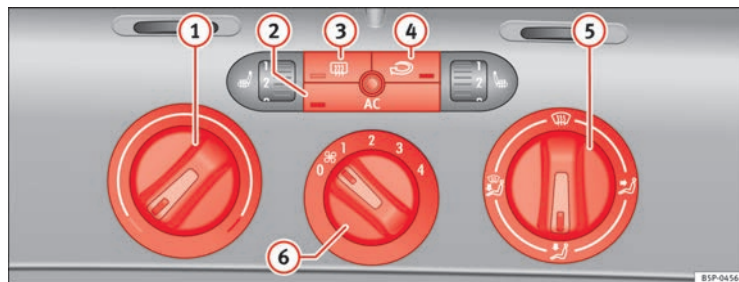

Fig. 128 Sur la planche de bord : éléments de commande du Climatic
- Les régulateurs ⇒ fig. 128 ① et ⑤ et la commande ⑥ permettent de régler la température, la répartition de l'air et la vitesse de la soufflante.
- Appuyez sur l'un des boutons ②, ③ ou ④ pour activer ou désactiver la fonction correspondante. Quand la fonction est activée, le rectangle situé sur le coin inférieur du bouton s'allume.
- ① Régulateur de température ⇒ page 167
- ② Touche **AC** – Allumer ou éteindre le système de refroidissement ⇒ page 167
- ③ Touche – Dégivrage de lunette arrière. Cette fonction s'arrête automatiquement 20 minutes environ après son activation. Vous pouvez la désactiver plus tôt en appuyant sur le bouton.
- ④ Touche – Recyclage de l'air ambiant ⇒ page 169
- ⑤ Régulateur de répartition de l'air ⇒ page 167
- ⑥ Commande de soufflante. Le débit d'air peut être réglé sur quatre vitesses. Lorsque le véhicule roule lentement, laissez toujours tourner la soufflante à basse vitesse.
- Mettez le climatiseur en marche à l'aide du bouton ⇒ fig. 128 .